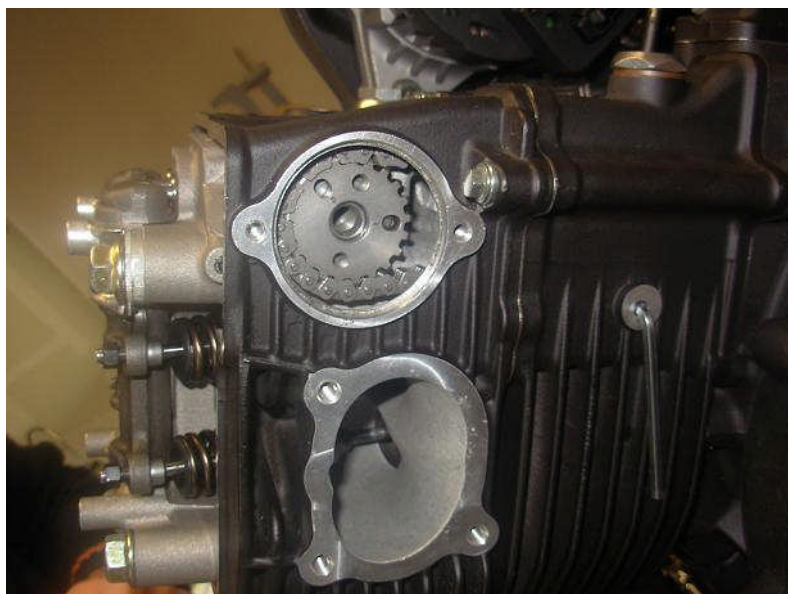

Fig. 4
- 6) Rimuovere il cacciavite lungo, mantenendo la spina in sede (fig. 4) (***circolanti e stock***)